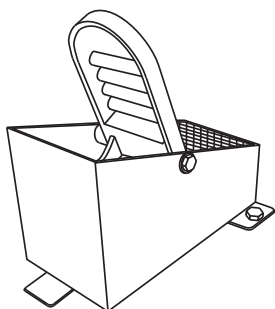

Figura 13. Pedal de control de la velocidad de las hojas
2. El pedal derecho (Figura 13) controla la velocidad de las hojas y del motor. La posición del pedal determina la velocidad de las hojas. La velocidad lenta de las hojas se obtiene pisando ligeramente el pedal. La velocidad máxima de las hojas se obtiene pisando por completo el pedal.